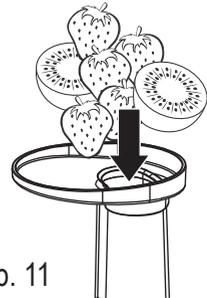

Abb. 11
5. Schütten Sie die geschnittenen Zutaten in den Einfülltrichter (Abb. 11).